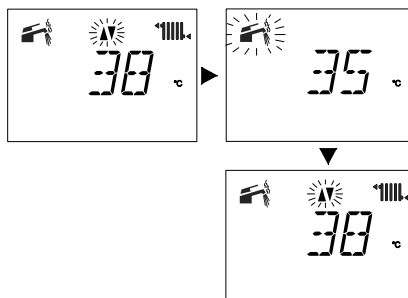

Figura 2.15 LCD minimo sanitario.
- con regolazione temperatura sanitaria minima **Figura 2.15**